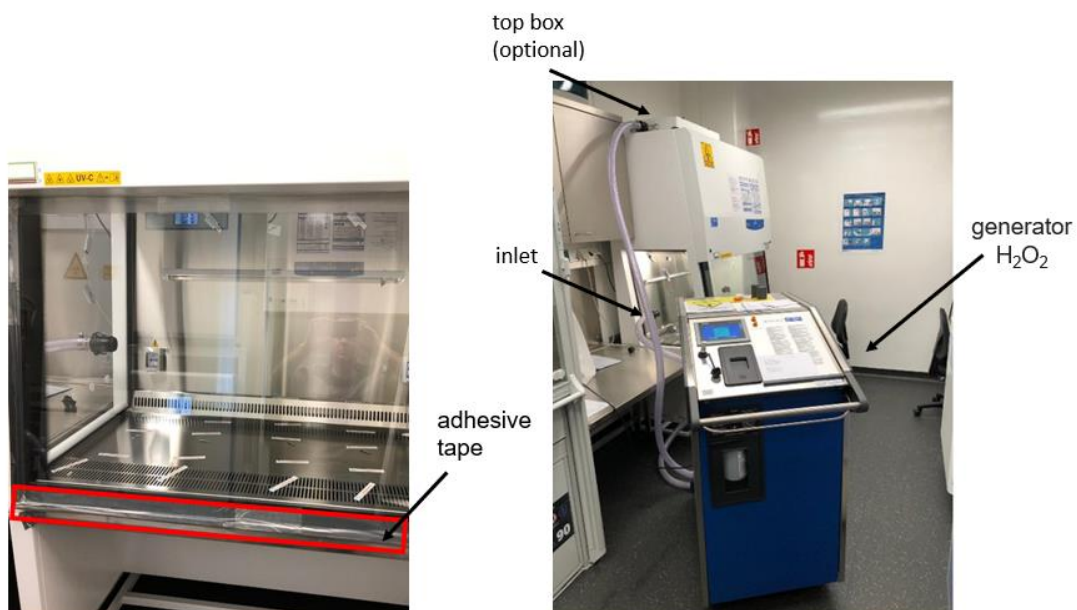

Figura 1: Sistema chiuso con generatore di perossido di idrogeno e catalizzatore.
- Una serratura di ingresso situata sulla parete laterale dell'armadio viene utilizzata per iniettare il vapore nella zona di lavoro. Un tubo flessibile collega il generatore VHP alla serratura di ingresso (figura 1).
- Un camlock di uscita situato nella scatola superiore, sopra il filtro di scarico. Un tubo di ritorno lo collegherà al generatore VHP (opzionale) (figura 1).